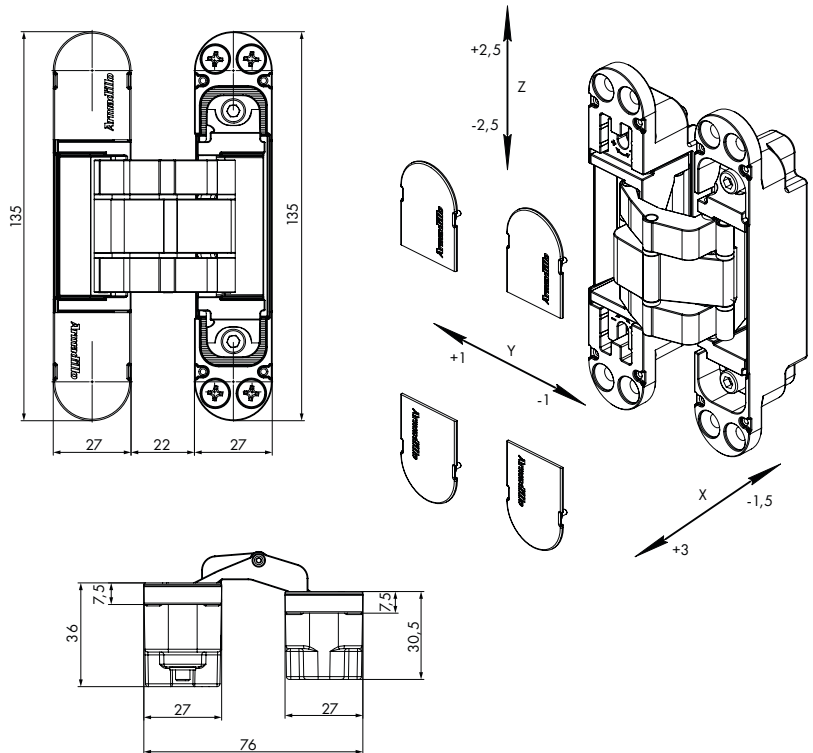

Рисунок 1 — Габаритные размеры петли.
- Габаритные размеры в открытом положении петли (рис. 1):
- Вертикальная регулировка (Z): $\pm 2,5$ мм
- Горизонтальная регулировка (X): $-1,5 +3$ мм
- Регулировка по глубине (Y): ± 1 мм